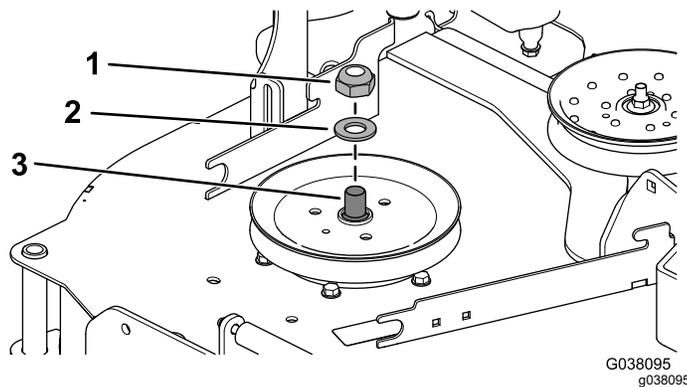

Figure 29
3. Utilisez une clé de 1 1/2" pour immobiliser l'axe de pivot quand vous retirez le contre-écrou (3/4") et la rondelle de l'axe (Figure 29).